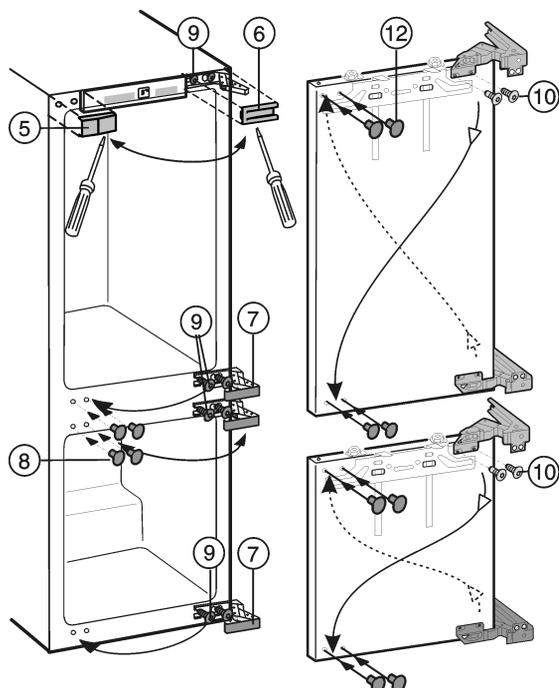

Fig. 3
- ▶ Soulever les caches Fig. 3 (5,6,7,8) avec un tournevis pour vis à fentes.
- ▶ Seulement desserrer les vis Fig. 3 (9) vis en haut et en bas au corps de l'appareil.
- ▶ Intervertir les vis Fig. 3 (9) sur le côté opposé et les visser provisoirement.
- ▶ Dévisser les vis Fig. 3 (10) et retourner la charnière en diagonale.
Les vis Fig. 3 (10) sont auto-taroudantes : Utiliser le tournevis à accu.
- ▶ Fermer les anciens trous de fixation avec les bouchons Fig. 3 (12).
- ▶ Mettre les portes dans les vis Fig. 3 (9) pré-montées et les visser avec un couple de serrage de 4 Nm.